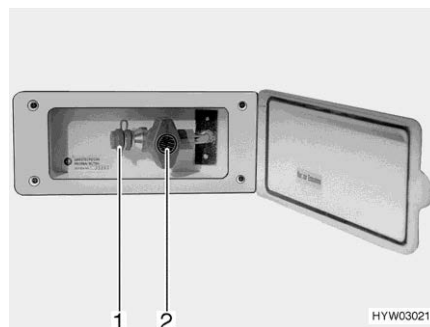

Bild 89 Externer Gasanschluss
- Externes Gasgerät an der Anschluss-Stelle (Bild 89,1) anschließen.
- Das Gasabsperrentil (Bild 89,2) öffnen.